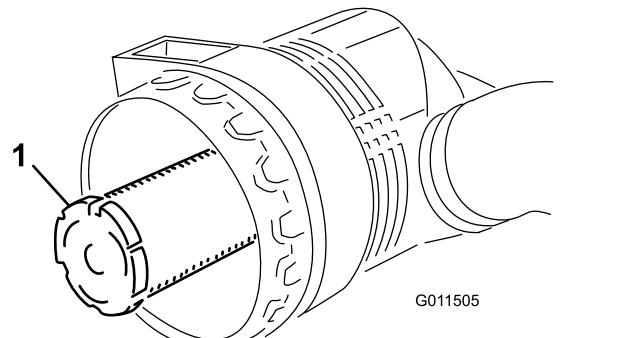

Figura 55
**Importante: Non cercate mai di pulire il filtro di sicurezza (Figura 55). Sostituitelo con uno nuovo ogni 3 interventi di manutenzione sul filtro primario.**